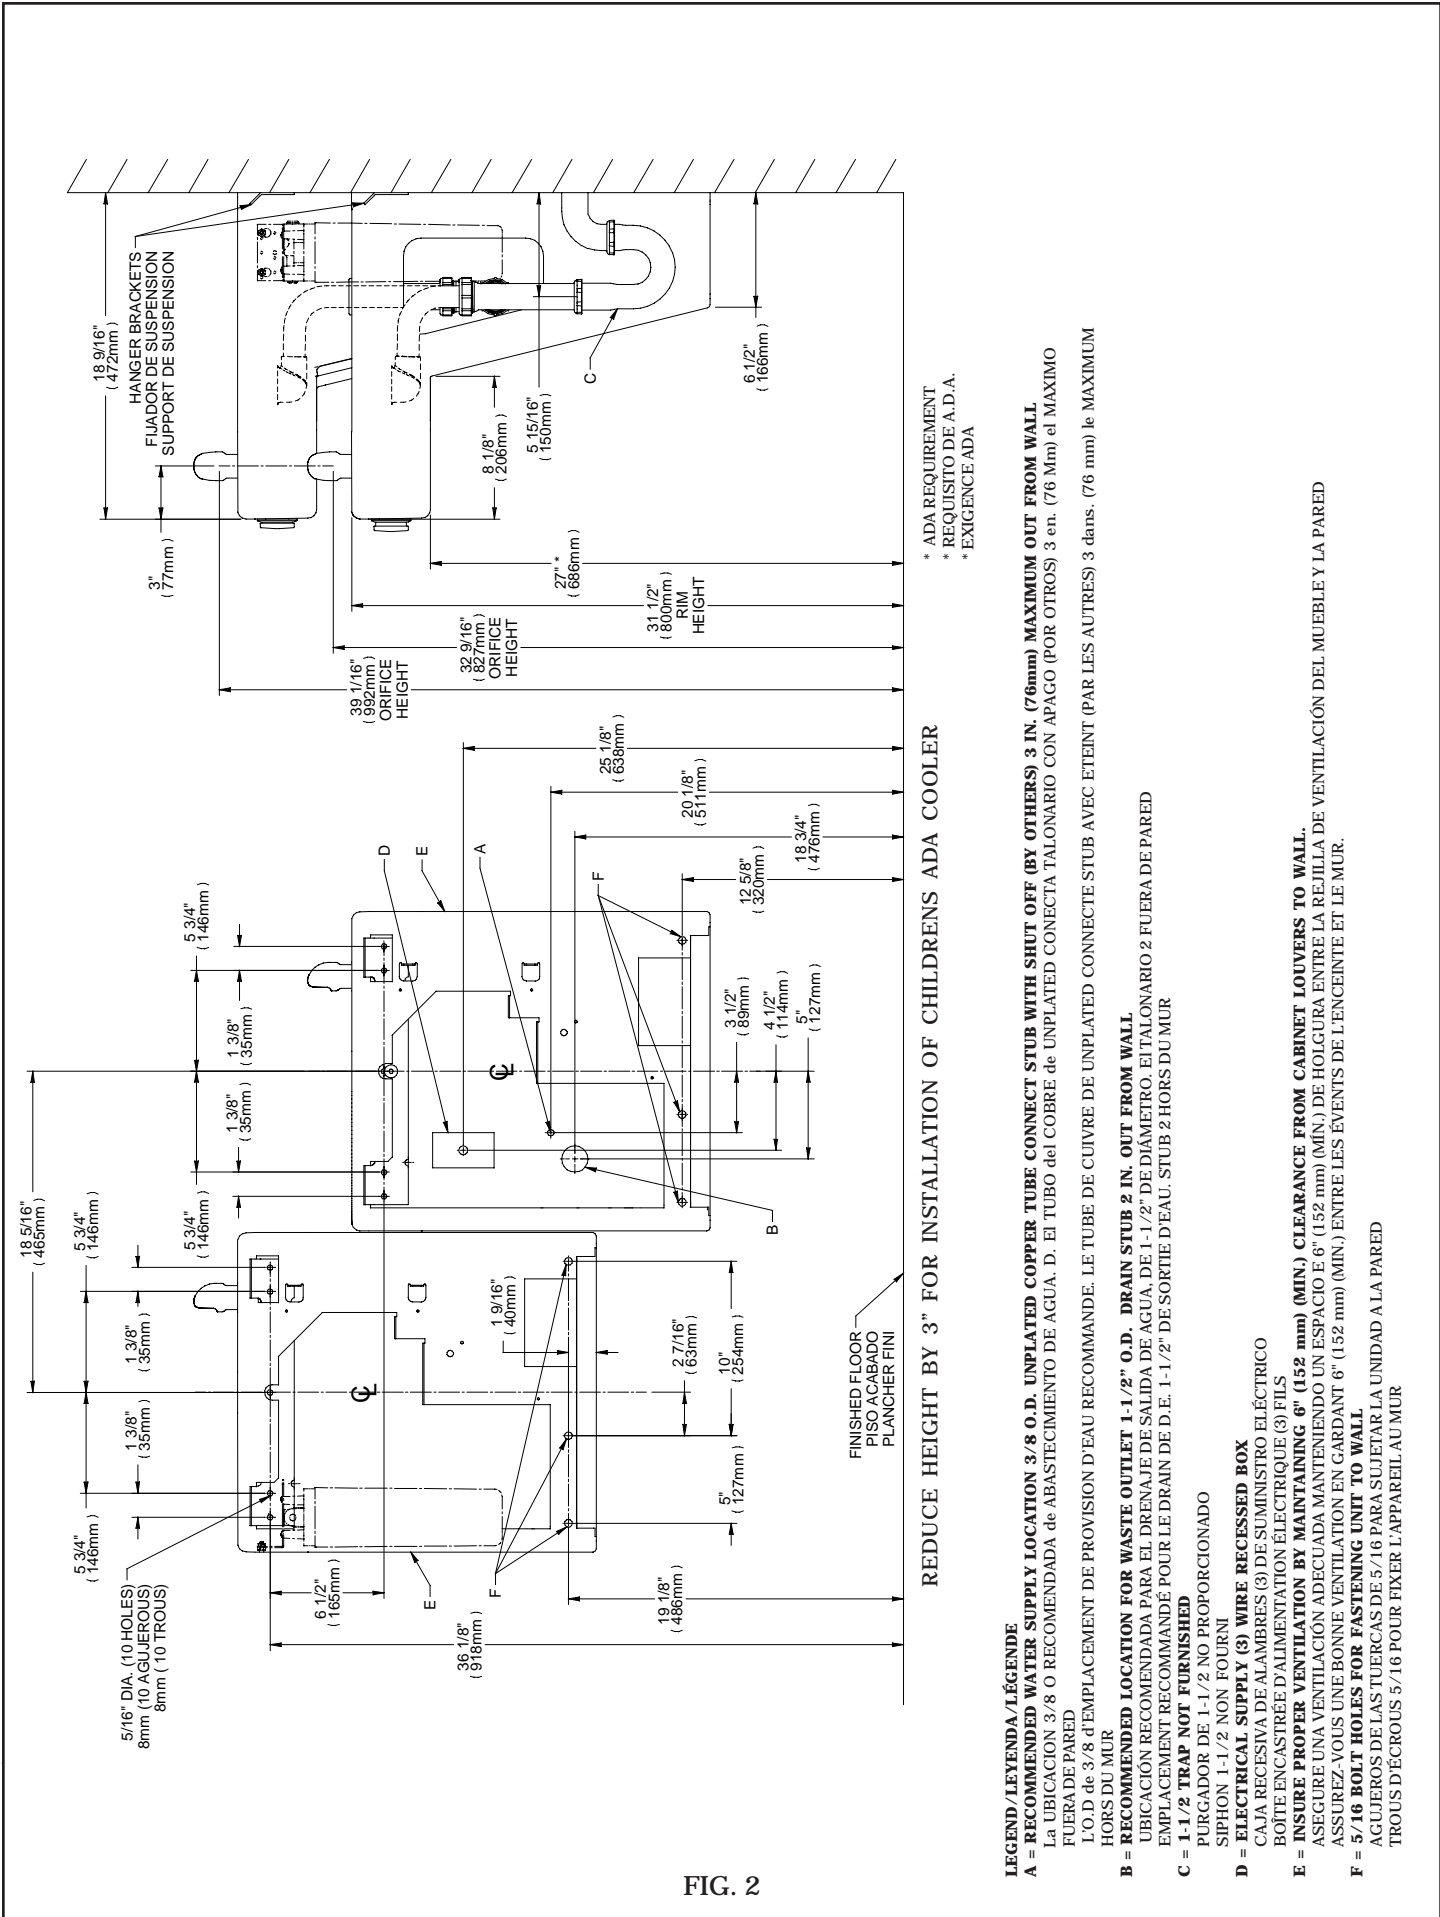

FIG. 2
- 1) Remove hanger bracket fastened to back of cooler by removing one (1) screw.
- 2) Mount the hanger bracket and trap as shown in Figure 2.
- Anchor hanger securely to wall using all ten (10) 5/16 in. dia. mounting holes.
- 4) Hang the cooler on the hanger bracket. Be certain the hanger bracket is engaged properly in the slots on the cooler back as shown in Figure 2.
- 5) Loosen the two (2) screws holding the lower front panel at the bottom of cooler base (**Use torx bit sold separately**). Remove the front panel and set aside.
- 7) Remove the slip nut and gasket from the trap and install them on the cooler waste line making sure that the end of the waste line fits into the trap. Assemble the slip nut and gasket to the trap and tighten securely. Recommend fastening cooler to wall using 5/16" bolt holes. (See Fig. 2, "F")
- 1) Quite el fijador de suspensión sujetados a la parte posterior del enfriador quitando un (1) tornillo.
- 2) Monte el fijador de suspensión y quite el purgador como se muestra en la Fig. 2.
- Ancle el suspensor de forma segura a la pared usando todos los diez (10) agujeros de montaje de 5/16" de diámetro.
- 5) Afloje los dos (2) tornillos que sostienen la parte inferior del panel en la parte inferior de la base (**Utilice los pedacitos torx vendidos por separado**). Quite el panel frontal y póngalo a un lado.
- 7) Saque la tuerca deslizante y empaquetadura del colector e instáelos en la manquera de residuos de la nevera, asegurándose que el extremo de la manquera encaje en el colector. Coloque la tuerca deslizante y la empaquetadura en el colector y apriete firmemente. Recomiende el refrigerador de la cerradura para emparejar usando 5/16" agujero de perno, (véase fig.2, " F").
- 1) Retirez le support de suspension à l'arrière du refroidisseur en enlevant une (1) vis.
- 2) Installez le support et le siphon tel qu'indiqué à la fig. 2.
- Ancrez solidement le support au mur à l'aide des dix (10) trous de fixation d'un diam. 5/16 po.
- 4) Installez le refroidisseur sur le support en vous assurant que ceux-ci sont bien installés dans les fentes à l'arrière du refroidisseur tel qu'indiqué à la figure 2.
- 5) Dégagez les deux (2) vis retenant le panneau inférieur avant au bas de la base (**Employez le peu Torx vendu séparément**). Retirez le panneau avant et mettez-le de côté.
- 7) Retirez l'écrou coulissant et le joint du siphon et les installer sur la conduite de vidange de la fontaine en s'assurant que l'extrémité de la conduite de vidange s'ajuste dans le siphon. Assemblez l'écrou coulissant et le joint sur le siphon et serrez fermement. Recommandez le refroidisseur d'attache pour murer utilisant 5/16" ; trou de boulon, (voir le fig.2, " ; F" ;).